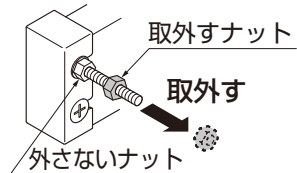

図1-3
- ③現場手配の接着剤を適宜注入してください。
- ④ガラスバーサインからネジ先側のナット (図1-3の取外すナット) を外してください。